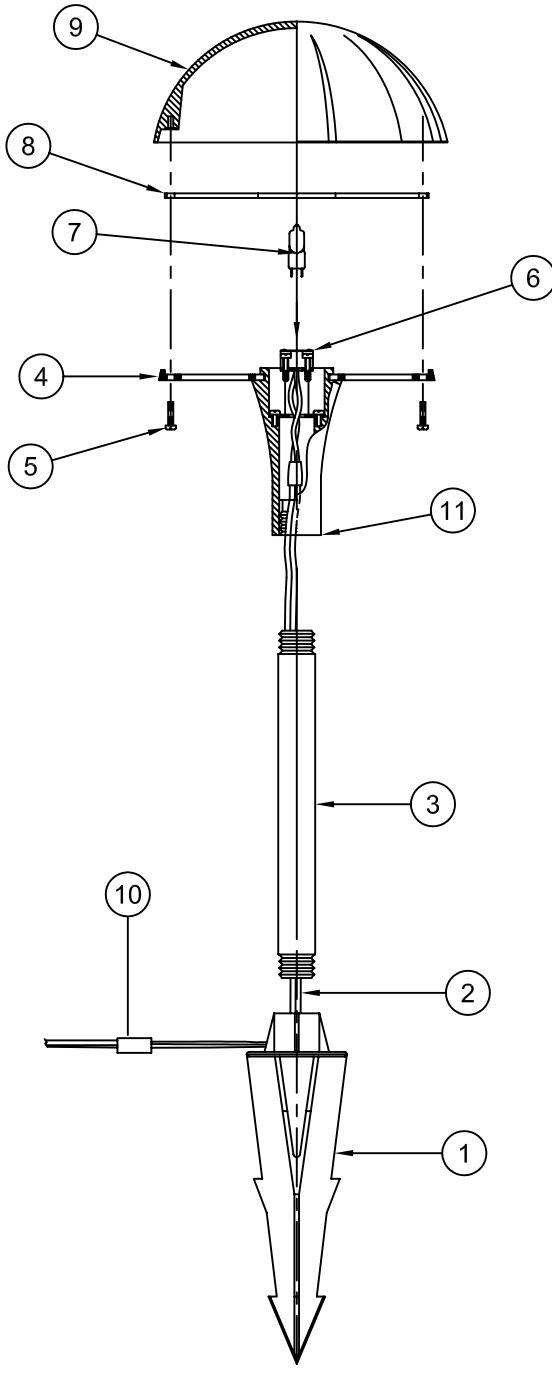
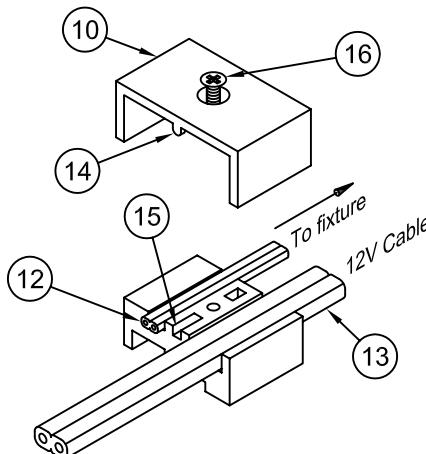

Figure 1
FIG. 2
- 1.- Slip Fixture Wires (2) through Stem (3) and down through top opening of Ground Stake (1). (Fig. 1).
- 2.- Thread one end of Stem (3) into Ground Stake (1). Thread the other end of the Stem (3) into the Cast Aluminum Socket Holder (11).
- 3.- Connect Fixture Wires (2) to Supply Wires using Wire Connector (10) as shown in Fig. 1.
- 4.- Remove Screws (5) and lift Cast Aluminum Cover (9) and Glass Plate (8) from Cast Aluminum Lens Retaining Plate (4).
- 5.- Install Lamp (7) into Bi-Pin Socket (6).
- 6.- Carefully place Glass Panel (8) over Lamp (7) and onto Cast Aluminum Lens Retaining Plate (4). Place Cast Aluminum Cover (9) over Glass Plate (8) and secure in place with Screws (5) (DO NOT OVERTIGHTEN).
- 7.- Insert Ground Stake (1) into Ground.
- 8.- Connect Fixture Wire (12) to selected 10 or 12 Qa. Cable (13) with the Wire Connector (10) provided with fixture. (Fig. 2)
- 10.- Assemble the Wire Connector (10) by aligning the Tab (14) of the contact half of the connector with the Notch (15) in the wired half of the connector. (Fig. 2)
- 11.- Compress the two halves by securely tightening the Thread Cutting Screw (16), forcing the contacts into the wires. (Fig. 2)
- 1.- Deslice los alambres del aparato de luz (2) por el vástago (3) y hacia abajo por la abertura más alta en la estaca (1).
- 2.- Enrosque una extremidad del vástago (3) en la estaca (1). Enrosque la otra extremidad del vástago (3) en el sujetador de portalámparas de aluminio fundido (11).
- 3.- Conecte los alambres del aparato de luz (2) a los alambres el conector de alambres (10) como se muestra en la Fig. 1.
- 4.- Retire los tornillos (5) y retire la cubierta de aluminio fundido (9) y la placa de vidrio (8) de encima de la placa de sujeción de lente de aluminio fundido (4).
- 5.- Instale la bombilla (7) en el portalámparas doble broche (6).
- 6.- Coloque con cuidado el panel de vidrio (8) por encima de la bombilla (7) y en la placa de sujeción de lente de aluminio fundido (4). Coloque la cubierta de aluminio fundido (9) sobre la placa de vidrio (8) y ajuste los tornillos (5) (NO AJUSTE DEMASIADO).
- 7.- Inserte la estaca (1) en la tierra.
- 8.- Conecte el alambre del aparato de luz (12) al cable de 10 o 12 Ga seleccionado (13) usando el conector de alambres (10) provisto con el aparato de luz. (Fig. 2)
- 9.- Introduzca el cable de 10 Ga. en la ranura indicada 10 Ga. Introduzca el cable de 12 Ga. en la ranura indicada 12 Ga. Coloque el alambre de 18 Ga. en la ranura indicada 18 Ga. (Fig. 2) **Precaución:** Los alambres deben quedar planos en la ranura.
- 10.- Ensamble el conector de alambres (10) alineando la lengüeta (14) de la mitad del conector que hace conexiones con la muesca (15) en la mitad del conector que contiene alambres. (Fig. 2)
- 11.- Comprima las dos mitades ajustando firmemente el tornillo cortante (16), forzando los contactos en los alambres. (Fig. 2)
- 1.- Faites glisser les fils du dispositif d'éclairage (2) par la tige (3) et vers le bas par l'ouverture la plus haute du pieu (1).
- 2.- Vissez un bout de la tige (3) dans le pieu (1). Vissez l'autre bout de la tige (3) sur le support de douille en aluminium moulé (11).
- 3.- Reliez les fils du dispositif d'éclairage (2) aux fils d'alimentation à l'aide le raccord (10) selon la (Fig. 1).
- 4.- Retirez les vis (5) et retirez le couvercle en aluminium moulé (9) et la plaque en verre (8) de la plaque de retenue de lentille en aluminium moulé (4).
- 5.- Vissez l'ampoule (7) dans la douille à double broche (6).
- 6.- Placez soigneusement la vitre (8) par-dessus l'ampoule (7) et dans la plaque de retenue de lentille en aluminium moulé (4). Placez le couvercle en aluminium moulé (9) sur la plaque en verre (8) et serrez en place à l'aide des vis (5). (NE SERREZ PAS TROP).
- 7.- Insérez le pieu (1) dans la terre.
- 8.- Reliez le fil du dispositif d'éclairage (12) au câble sélectionné de 10 ou 12 Ga. (13) à l'aide du connecteur de fils (10) fourni avec le dispositif d'éclairage. (Fig. 2)
- 9.- Introduisez le câble de 10 Ga. dans la rainure indiquée 10 Ga. Introduisez le câble de 12 Ga. dans la rainure indiquée 12 Ga. Placez le fil de 18 Ga. dans la rainure indiquée 18 Ga. (Fig. 2) **Mise en Garde:** Les fils doivent reposer à plat dans la rainure.